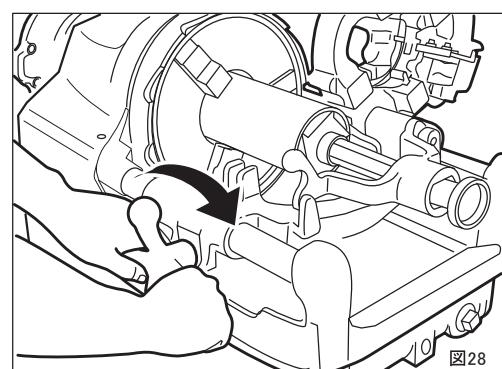

図28
- ④スイッチを入れてパイプを回転させてから送りハンドルでリーマをパイプに押しつけ、パイプが1/2回転以上したらリーマをパイプからはなしてください。これで面取りは完了です。（図28）